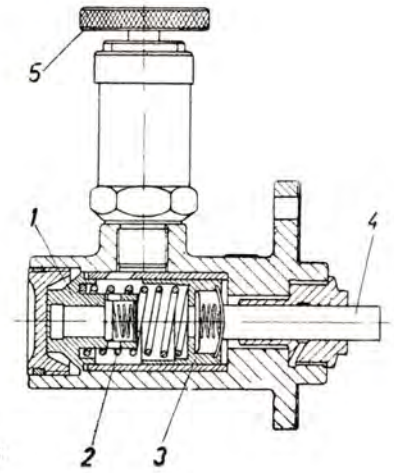
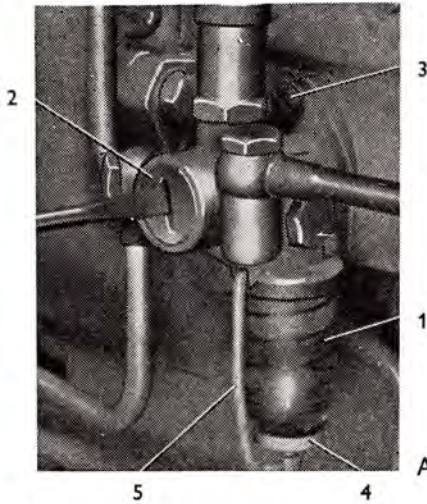

Abb. 23
Abb. 22
Aufgabe der Förderpumpe ist, den Kraftstoff unter einem bestimmten Druck aus dem Behälter zu der höher gelegenen Einspritzpumpe zu fördern. Sie wird durch einen Exzenter an der Nockenwelle der Einspritzpumpe angetrieben, an welcher sie mittels Flansche mit drei Schrauben angeschraubt ist. Der Kraftstoff wird durch die Rohrleitung über den Grobfilter (Abb. 22/1) und das Saugventil (Abb. 23/1) in eine Kammer angesaugt, in der eine Feder (Abb. 23/2) angebracht ist. Der Pumpenkolben (Abb. 23/3) wird durch diese Feder gegen den Druckbolzen (Abb. 23/4) gedrückt, der sich auf die Nocke der Einspritzpumpenwelle aufsetzt. Bei Rechtsbewegung des Kolbens wird der Kraftstoff durch die Leitung zum Doppelfilter gedrückt. Im Oberteil der Kraftstoff-Förderpumpe ist eine kleine Handpumpe (Abb. 23/5) angeschraubt.
(Abb. 22/1) zur Pumpe festzieht, gelockert, der Bügel (Abb. 22/5) heruntergeklappt, das Gefäß und das Sieb gründlich gereinigt werden. Bei der Rückmontage ist darauf zu achten, dass die Gummidichtung des Glasgefäßes nicht beschädigt wird.
2. Mit einem Schraubenzieher ist die Verschlusschraube (Abb. 22/2) auszuschrauben und die Feder samt Pumpenkolben (Abb. 23/3) abzunehmen. Kolben und Ventil (Abb. 23/1) sind zu überprüfen und zu reinigen.
3. Im Falle, dass der Druckbolzen (Abb. 23/4) eingerieben ist, wird die Förderpumpe durch Ausschrauben der drei Schrauben M 6×18 (Abb. 22/3) vom Einspritzpumpengehäuse abmontiert. Der Bolzen ist fein nachzuläppen.
Anmerkung: Ist das Glasgefäß der Förderpumpe unreinigt, muss die Mutter (Abb. 22/4) des Bügels, welcher das Glasgefäß